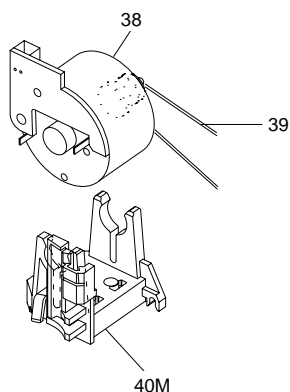

Fig. 15
- Antriebsriemen (Pos. 39) entfernen (Fig. 15) und den Stecker des Fädelmotors abziehen.
- Fädelmotor (Pos. 38) aus dem Motorhalter ziehen (Fig. 15).
- Remove the drive belt (Pos. 39, Fig. 15) and unplug the connector from the threading motor.
- Pull off the threading motor from the motor support (Fig. 15).